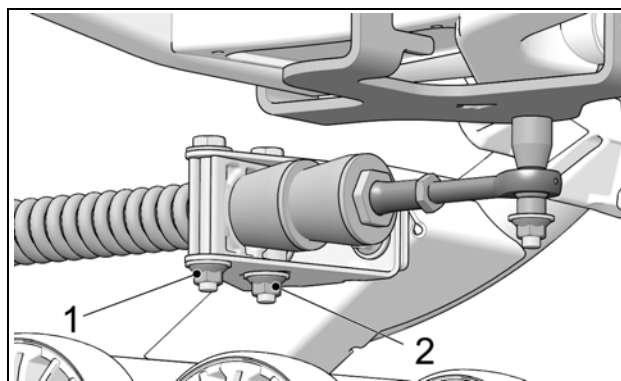

Figure 20
- Resserrer les écrous (1) et (2) de l'ancrage antirotation à un couple 50 N•m [37 lb-pi]. Voir la Figure 20.